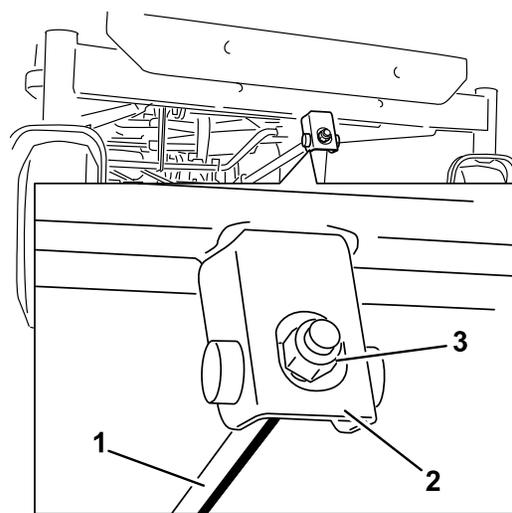

Figura 69
6. Per regolare l'inclinazione longitudinale della lama, ruotate il dado di regolazione nella parte anteriore del tosaerba (Figura 69).